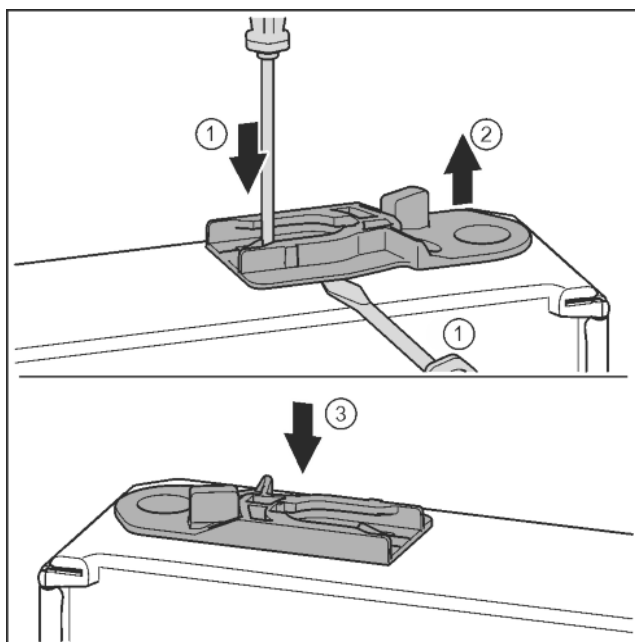

Fig. 30
- ▶ Извлечь направляющее гнездо: нажать накладку шлицевой отверткой и одновременно переместить ее шлицевой отверткой под направляющее гнездо. *Fig. 30 (1, 2)*
- ▶ Прилагаемое при поставке направляющее гнездо вставить на другой стороне корпуса. *Fig. 30 (3)*